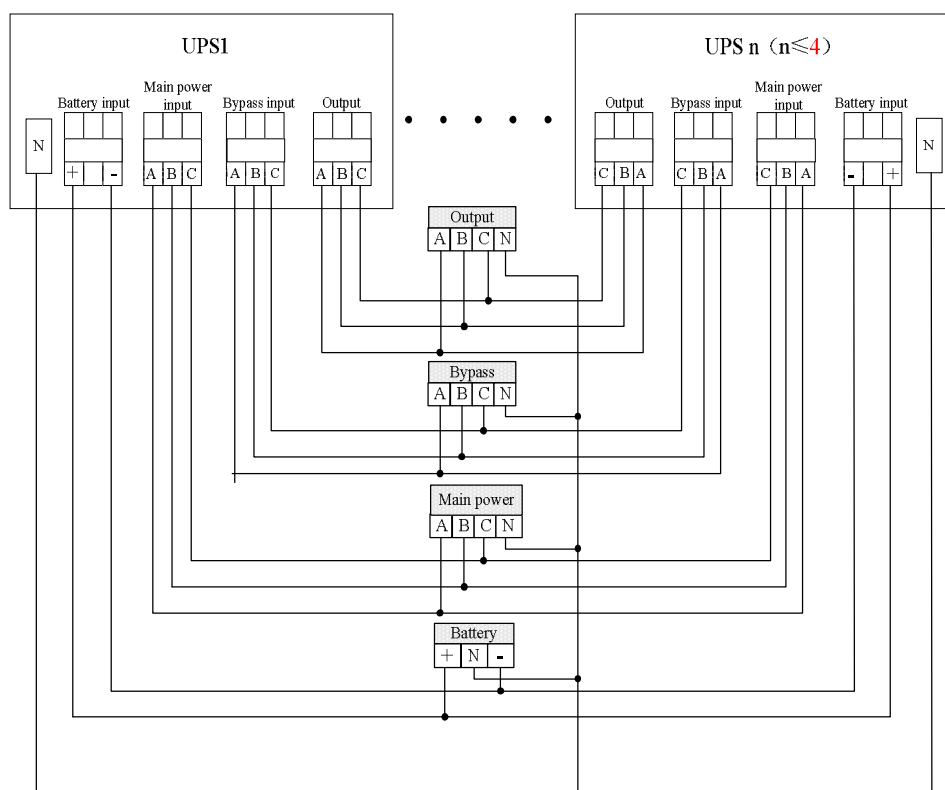

Figura 4.1 Tabla de conexión de máquinas en paralelo (por ejemplo, Compartir batería)
1. Conecte la entrada de alimentación principal, la entrada de derivación, la salida y la batería del UPS que está listo para el paralelo de acuerdo con la figura 4.1, y luego conéctese a la alimentación principal, derivación, batería y carga.